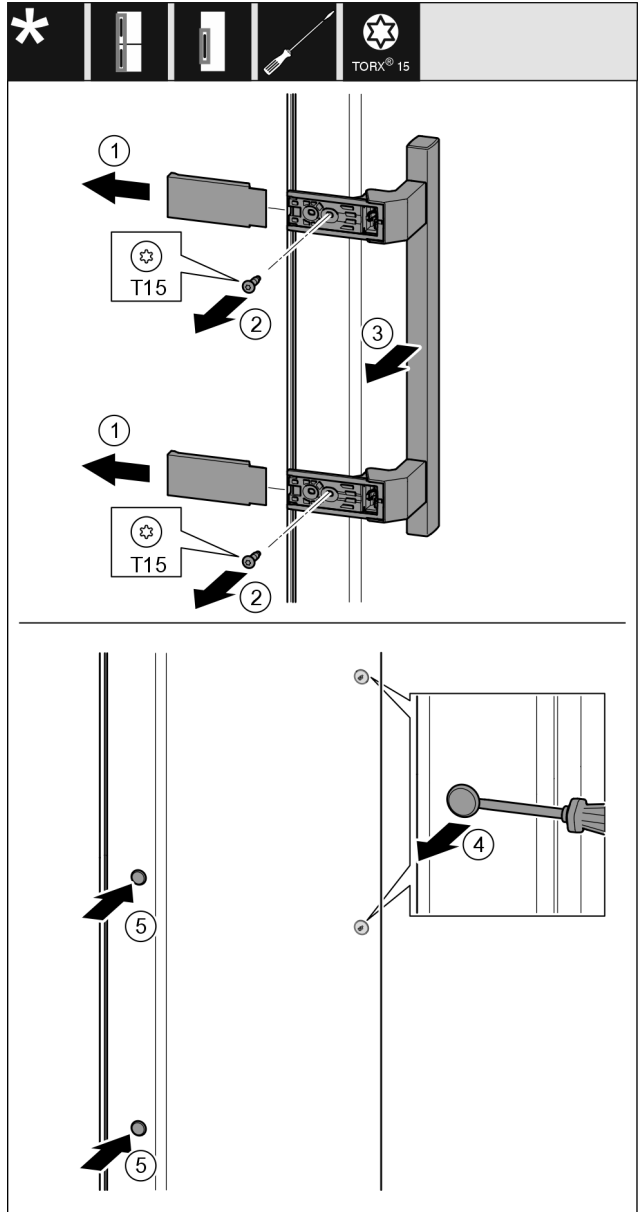

Fig. 21
- Stiahnite kryt Fig. 21 (1).
- Vyskrutkujte skrutky Fig. 21 (2) skrutkovačom.
- Odoberte držiadlo Fig. 21 (3).
- Plochým skrutkovačom opatrne nadvihnite a vyberte bočnú zátku Fig. 21 (4).
- Zátku Fig. 21 (5) opäť nasadte na druhú stranu.